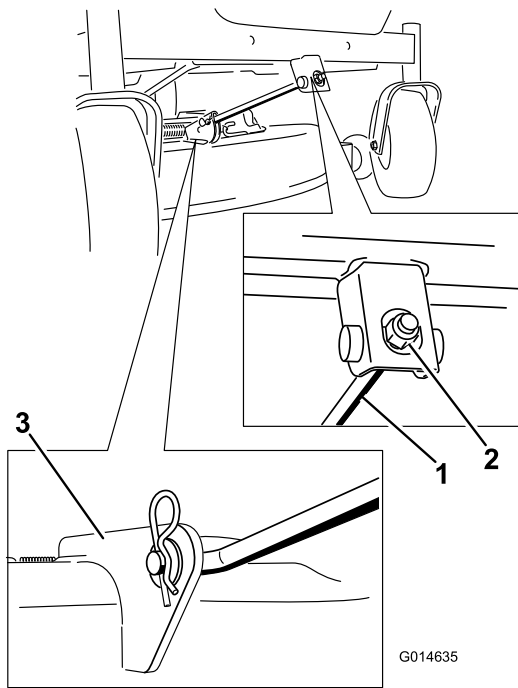

Figure 54
4. Retirez la goupille fendue de la tige de support avant et déposez la tige du support de tablier (Figure 54). Abaissez doucement l'avant du tablier de coupe au sol.
- Fixez la tige de support avant au tablier de coupe à l'aide de l'axe de chape et de la goupille fendue (Figure 54).